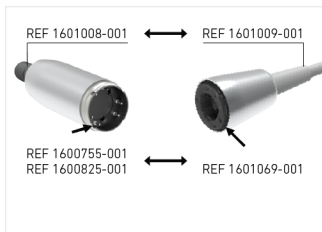
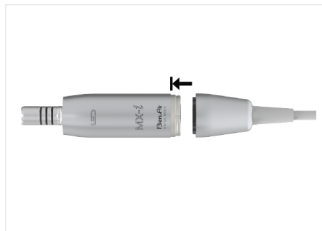

图. 2
图. 3
1. 产品编号为1600825-001的MOT MX-i马达和产品编号为1600755-001的MOT MX-i LED马达与产品编号为1601069-001的电缆相连接。图2。
2. 产品编号为1601008-001的MOT MX-i LED第三代马达与产品编号为1601009-001的电缆相连接，如图2所示。检查马达后部和线缆接头是否清洁且干燥。
3. 定位马达及其专用线缆，如图2所示（定位器必须在孔的前面）。旋转线缆以找到准确位置，再将线缆推入马达中。图3。